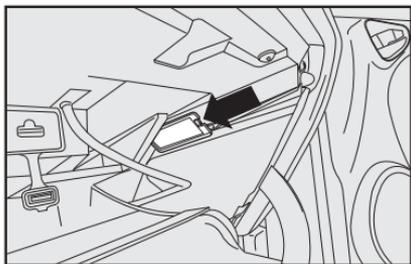

fig. 29
- Sacar el portalámpara actuando en el punto indicado por la flecha **fig. 29**;